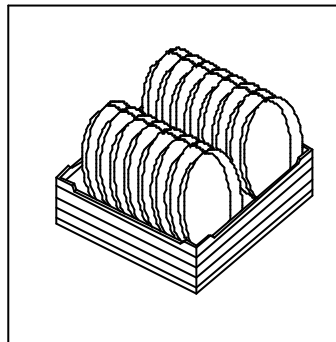

Fig. 12
- Colocar los platos en las cestas de púas según se indica en la figura. (Fig. 12).